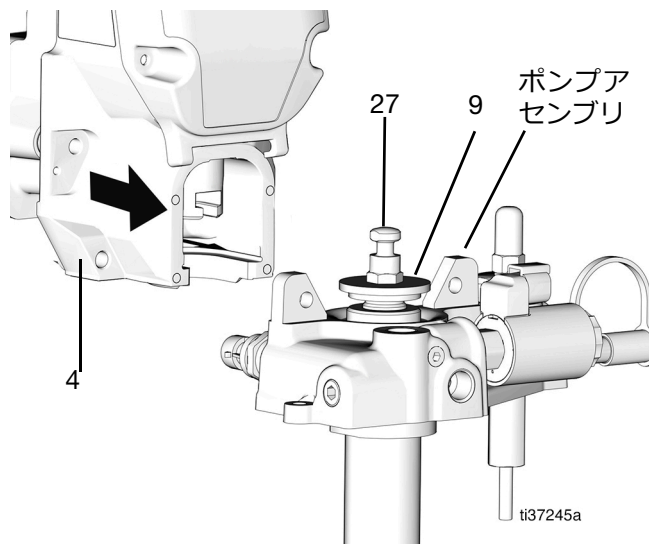

図 67
27. ポンプアセンブリをギアヘッド (4) の中に固定します。保持ナット (9) を緩めて、ギャップを大きくすることができます。カットアウトでポンプロッド (27) を並べて、所定の位置にずらしします (図 67)。